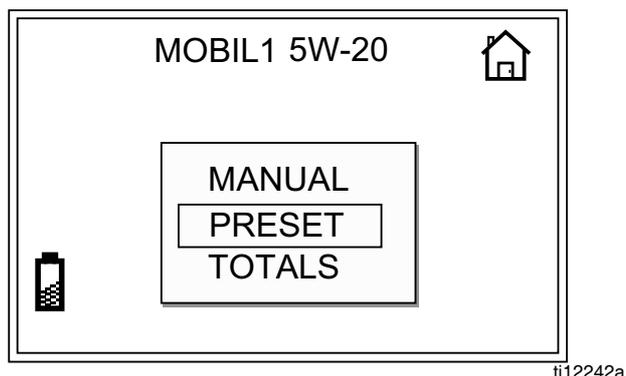

FIG. 24
1. Depuis l'écran d'accueil, utiliser les FLÈCHES HAUT ou BAS pour sélectionner PRÉRÉGLAGE (FIG. 24).